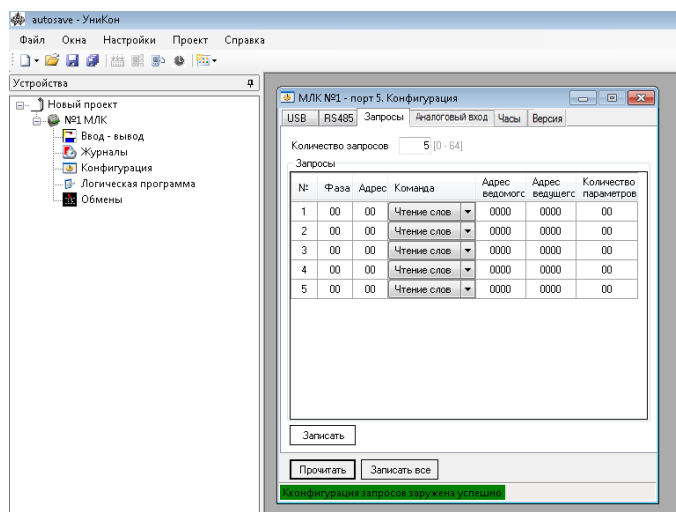

Рисунок 3.9 –Окно «Конфигурация», «Запросы» контроллера в «УниКоне»
3.4.3 Вкладка «Запросы» (рисунок 3.9). Данная вкладка позволяет сконфигурировать запросы к подчиненному устройству. Каждый запрос содержит количество запросов (0-64) и запросы (фаза, адрес, команда, адрес ведомого, адрес ведущего, количество параметров).